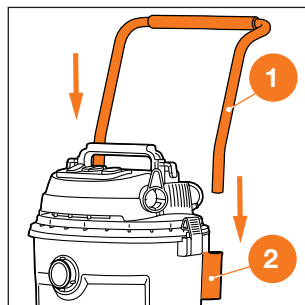

Рис. 13
8. На модели **DAVC 6025S / DAVC 6030S** установите рукоятку **1** в специальные отверстия **2** на задней стороне корпуса бака (Рис. 13).